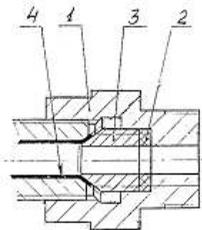

Рис. 4 – Переходной штуцер.
7.26 Для предотвращения нарушения герметичности соединения и нарушения конуса медной трубки при монтаже и демонтаже системы водонагрева необходимо удерживать переходной штуцер **1** (**рис. 4**) от проворачивания.